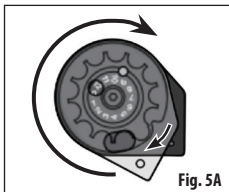
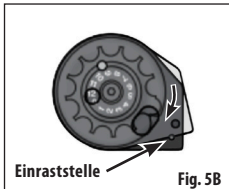

Fig. 5A
Fig. 5B
3. Heben Sie die durchsichtige Abdeckung über die Einraststelle und drehen Sie sie in Richtung der Pfeile (im Uhrzeigersinn), wie in Abbildung 5A dargestellt. So lange drehen, bis die Abdeckung erscheint wie in Abb. 5B gezeigt.